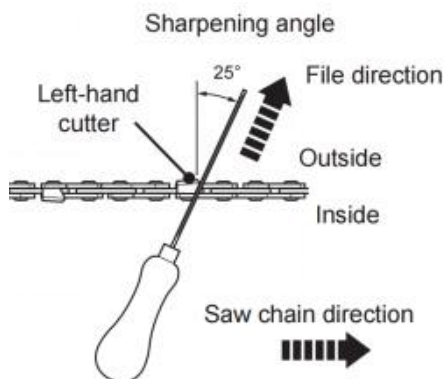

Fig. 74
5. Limez à un angle perpendiculaire à la barre et à un angle de 25° par rapport à la direction de déplacement (Fig. 74).